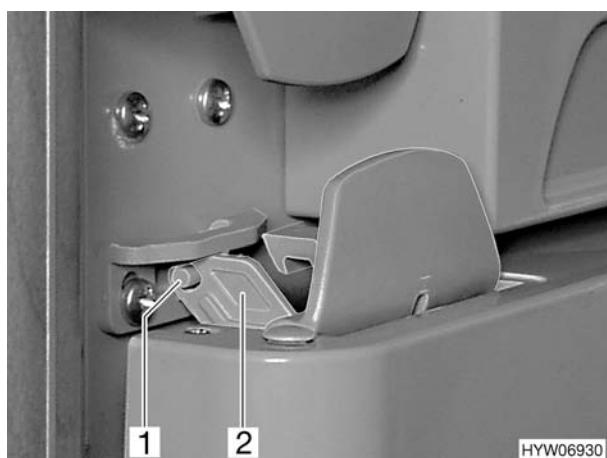

Fig. 168 Porta del frigorifero in posizione di aerazione
- Aprire il bloccaggio (Fig. 168,2) e innestarla nel perno (Fig. 168,1). In questo modo la porta rimane ferma in posizione socchiusa.